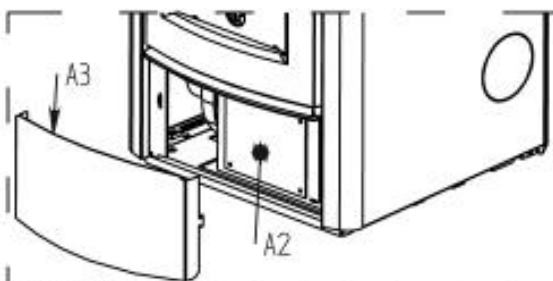
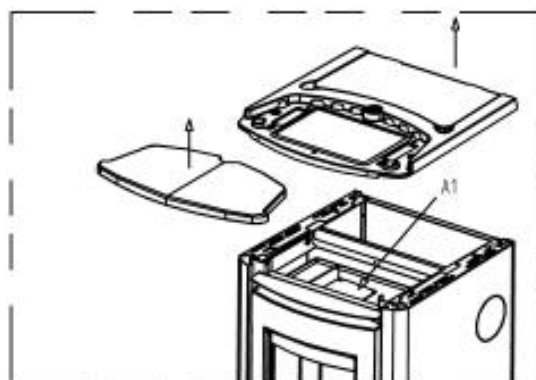

FIGURE 1
FIGURE 4
- **Une fois par mois et à chaque fois que cela s'avère nécessaire :** contrôler et nettoyer les ouvertures A1 et A2. Pour accéder à l'ouverture A2 (figure 1) ôter le couvercle A3 en pressant les 2 plis latéraux vers l'intérieur et en le tournant vers le haut. Pour accéder à l'ouverture A1 (figure 4) ôter la faïence (pour le